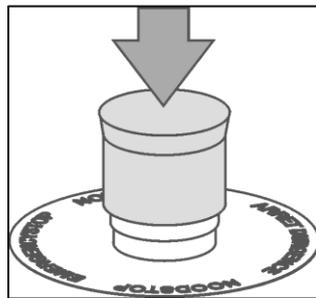

Fig. 5-1
1. Appuyez sur le capuchon rouge du bouton d'ARRÊT D'URGENCE (Fig. 5-1).